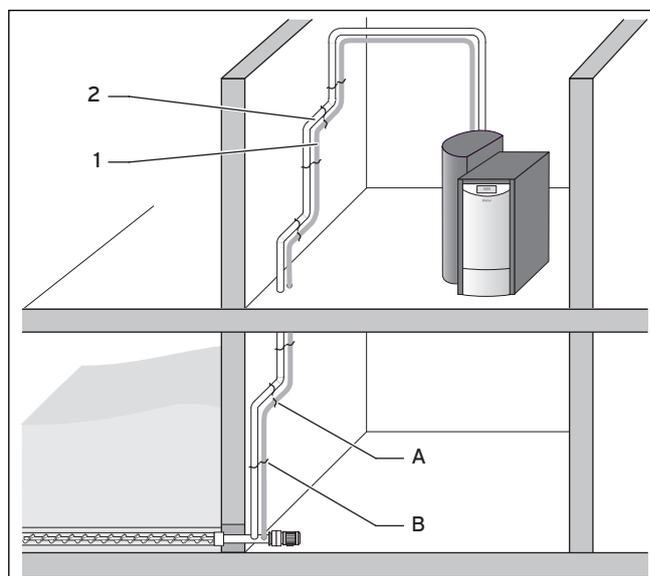

Fig. 5.1 Instalación en niveles de la manguera de transporte y de aire de retorno (ejemplo depósito de pellets)
- Asegure una instalación por niveles de la manguera de transporte a partir de una diferencia de altura de 2,4 m entre el pasamuros y la caldera de pellets (→ Fig. 5.1).
- Recuerde que tras un tramo vertical (**B**) de máx. 1,5 m siempre debe haber otro horizontal (**A**) de al menos 300 mm (→ Fig. 5.1).